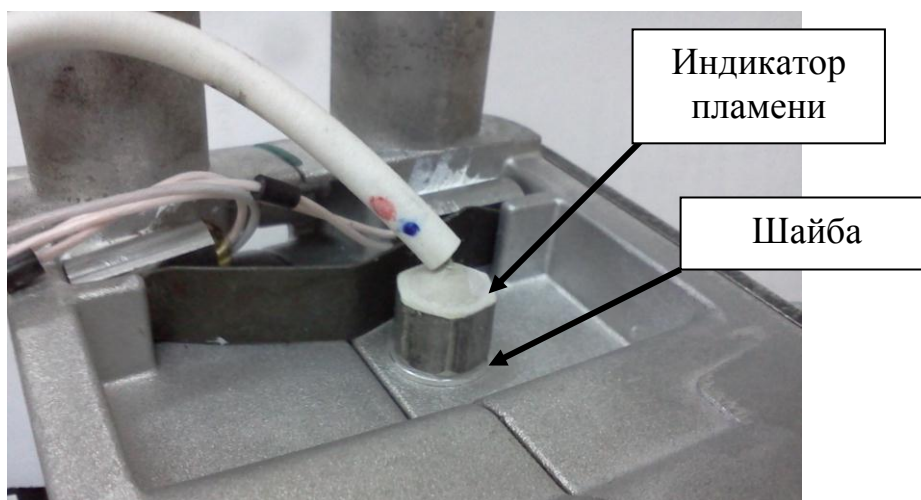

Рис.6 – Индикатор пламени
- 1) Вывернуть ИП из корпуса (рис.6), подсоединить его контакты к мультиметру (к контактам измерения температуры) и нагреть, например, зажигалкой. Должен наблюдаться плавный рост температуры. Если температура изменяется скачками или её значение станет начальным, то ИП поврежден. При этом, после охлаждения обрыв может исчезнуть.
Для проверки канала ИП блока управления вместо ИП установите перемычку (рис.6а). Подсоедините разъемы блока управления к жгуту. Если при запуске отопителя не возникает код неисправности ИП (код ошибки 5), то БУ исправен. Уберите перемычку и подключите исправный ИП.
В случае неустранения неисправности ИП проверьте полярность его подключения (провод с черной меткой соединен с контактом разъема БУ, помеченным черной точкой, рис. 6б). Возможно, была допущена ошибка при установке меток на проводах ИП. Для исправления этой ситуации поменяйте местами контакты ИП в разъеме блока управления.
Рис.6а - Перемычка
Рис.6б - Подключение ИП к БУ